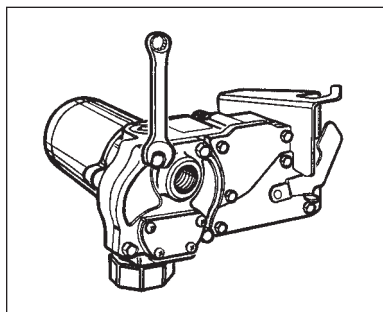

Figura 6
- Remova a tampa da engrenagem. (Figura 6)